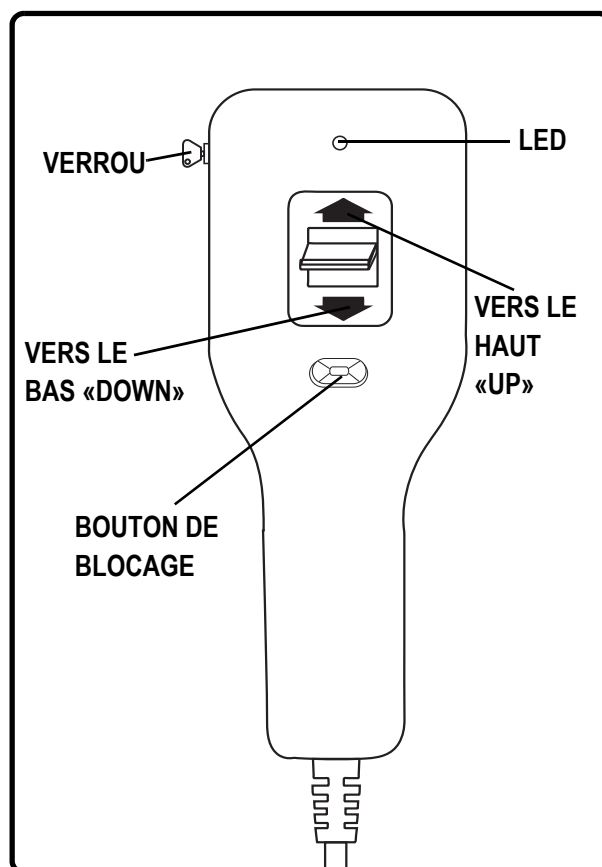

Figure 5.1 Manette de Commande
1. Pesez et tenez le bouton "up/down" dans la position "DOWN" jusqu'à ce que le repose-pied soit suffisamment élevé par rapport au sol (Voir la figure. 5.1).
6. Pesez et tenez le bouton "up/down" dans la position "UP" jusqu'à ce que le fauteuil soit en position la plus élevée (debout) (Fig. 5.1). Branchez le fil du moteur de dossier (identifié Vert-A) dans le réceptacle Vert-A de la boîte de contrôle. Branchez le fil du moteur de la base (identifié jaune-B) dans le réceptacle jaune-B de la boîte de contrôle. La boîte de contrôle est située sous le fauteuil auto-souleveur (Annexe B).
La manette de commande peut être équipée de boutons qui contrôlent le fonctionnement du dossier, de la base du fauteuil et du repose-pieds (Fig. 5.1).
Voici comment s'asseoir dans votre fauteuil auto souleveur (Fig. 5.1):
Voici comment s'incliner dans votre fauteuil auto-souveleur à partir de la position assis (Fig. 5.1):
Suivez ces étapes pour élever ou abaisser le repose-pieds lorsque vous êtes en position assise ou inclinée (Fig. 5.1):
Suivez ces étapes pour passer de la position assise à la position debout (Fig. 5.1):
Suivez les étapes suivantes pour placez votre fauteuil auto-souveleur dans la position "Trendelenburg" alors que vous êtes en position "assise" (Fig. 5.1):
2. Pesez et tenez le bouton "up/down" dans la position "DOWN" jusqu'à ce que le repose-pied soit suffisamment élevé par rapport au sol (Voir la figure. 5.1).
Suivez les étapes suivantes pour placez votre fauteuil auto-souveleur dans la position "Gravité Zéro" alors que vous êtes en position "assise" (Fig. 5.1):
Suivez les instructions suivantes pour le fonctionnement du verrou (Fig 5.1):